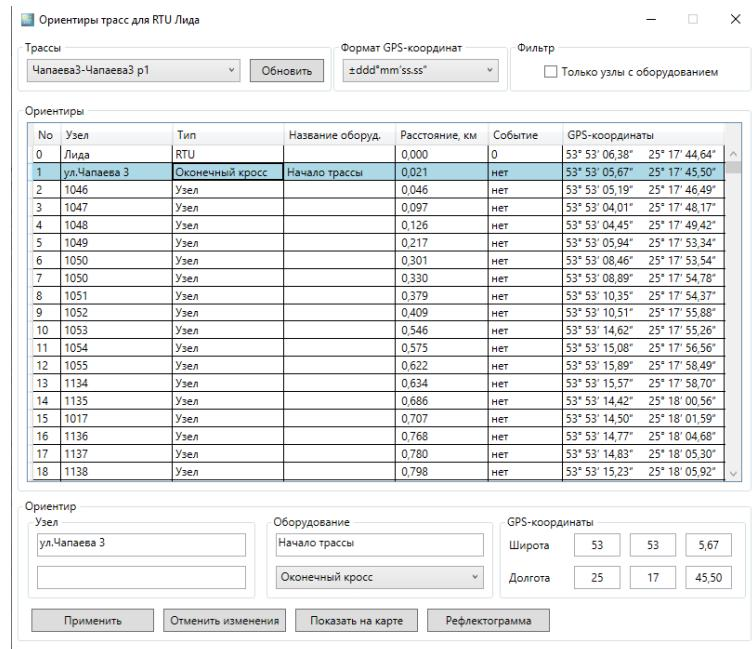

Рисунок 9-1. Ориентиры для трасс RTU
- Количество ориентиров, включая ориентир с номером 0 на точной базовой рефлектограмме должно соответствовать общему количеству узлов на графике трассы, можно посмотреть в окне «Ориентиры трасс для RTU» Рисунок 9-1.